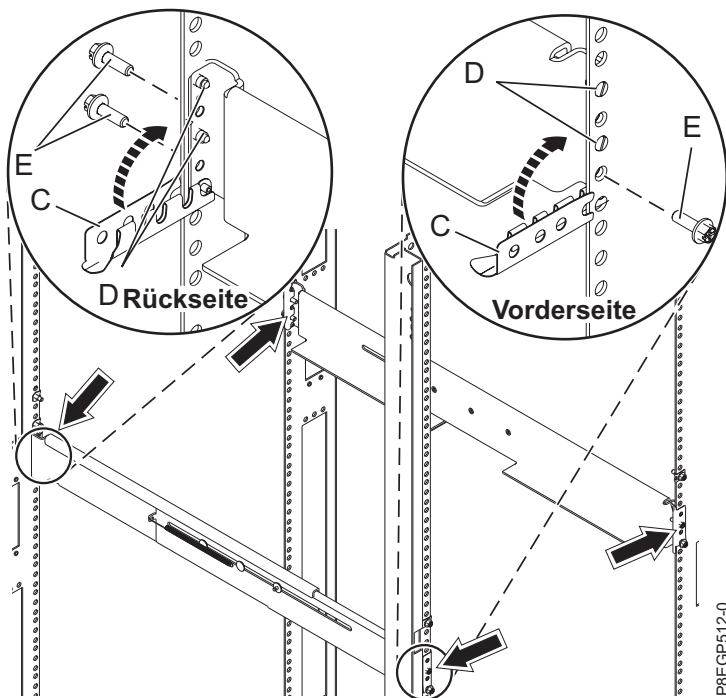

Abbildung 6. Schienen befestigen
- a. Ziehen Sie die rechte Schiene aus und setzen Sie die Schienenstifte **(D)** in die zwei untersten Bohrungen ein, die am Rack markiert sind, sodass die Schiene nach oben zeigt, siehe hierzu Abb. 6 auf Seite 10
- b. Drehen Sie die vordere Klemme **(C)** nach oben, um die Schiene zu fixieren, siehe hierzu Abb. 6 auf Seite 10.